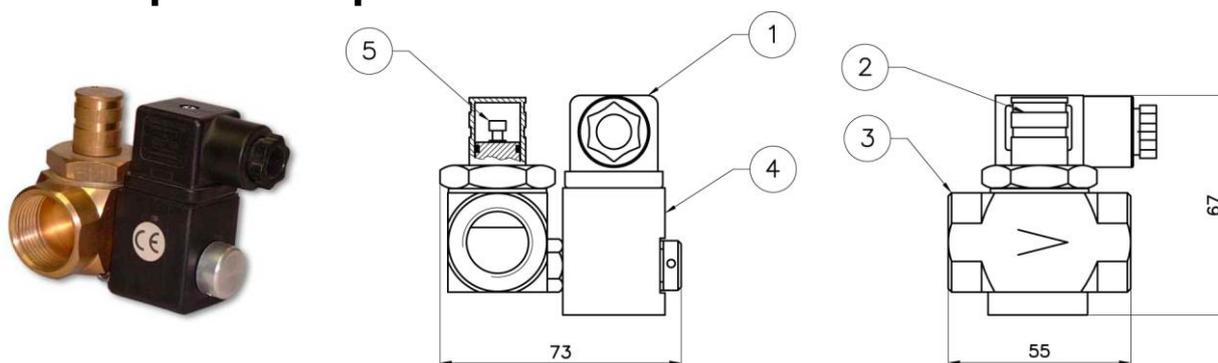

Рис. 1
Клапан (Рис. 1) состоит из: электрический коннектора (1); рукоятка механизма взвода (2); корпус (3); электромагнитной катушки (4); стержень механизма взвода (5).
После этого колпачок (2) устанавливается в исходное положение, как показано на рис. 1, и фиксируется в этом положении, обеспечивая правильный режим срабатывания клапана на закрытие.